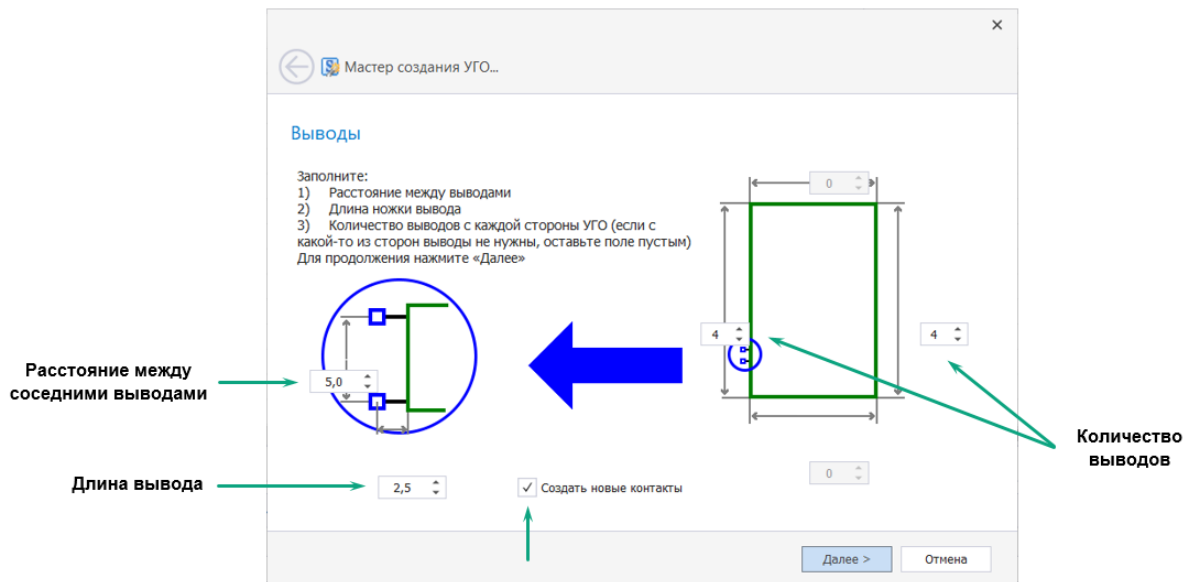

Рис. 193 Настройка параметров выводов
3. Определить данные о выводах, см. Рис. 193.